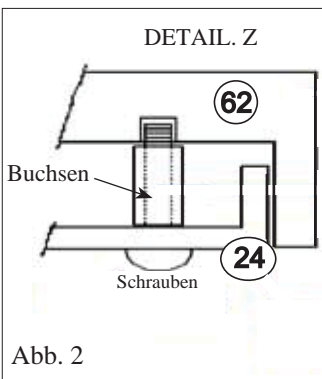

Abb. 2
- Das vordere obere Frontpaneel aus Keramik (62) abgestützt auf die Frontpaneel Halterung (24) in Position bringen, wurde oberhalb der Tür positioniert.
HINWEIS: Zur korrekten Montage des oberen vorderen Frontpanels (62) ist es notwendig, dass zwischen diesem und dem Frontpaneel (24) der mitgelieferte Einsatz platziert wird, so wie es im Detail "Z" in Abb. 2 angegeben ist.